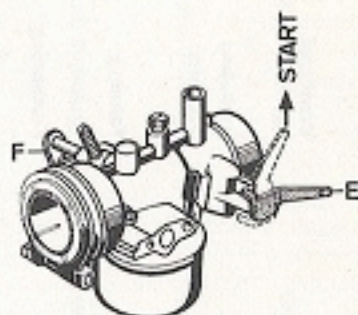

Fig. 2
- Startarmen E (fig. 2) på forgassaren skal stå i stillingi "Start".
- Starterhebel E (fig. 2) am Vergaser in Stellung "Start" bringen.